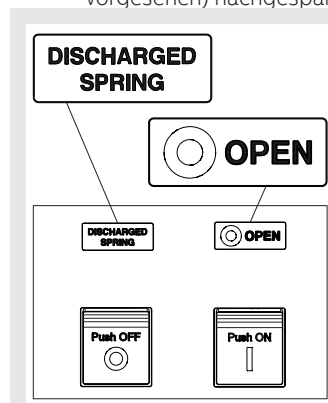

Abbildung 25
1. Leistungsschalter aus mit entspannten Federn (siehe Abbildung 25).